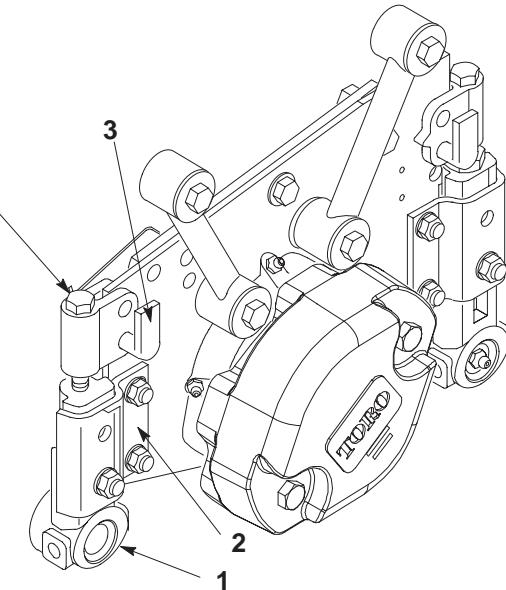

図 1
定しているロックナット(2個)を取る(図1)
2. 刈り高ピン(図1)を抜き取る。
ットの白いナイロン・ブッシュにはめ込む(図1)